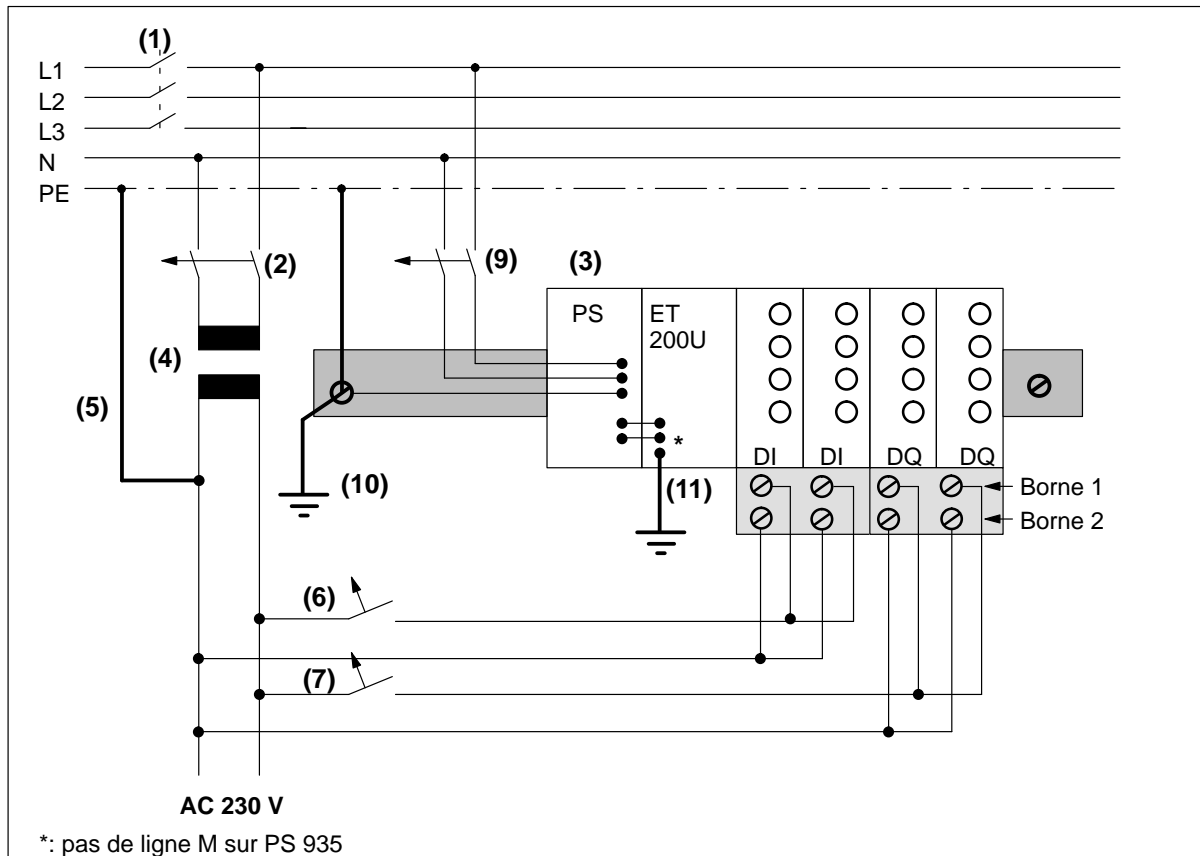

Fig. 3-18 Configuration avec alimentation 115/230 V~ pour le coupleur ET 200U, capteurs et actionneurs
- Les circuits d'alimentation des capteurs et actionneurs doivent être mis à la terre à une extrémité (cf. Fonctionnement avec mise à la terre ; Fig. 3-18).